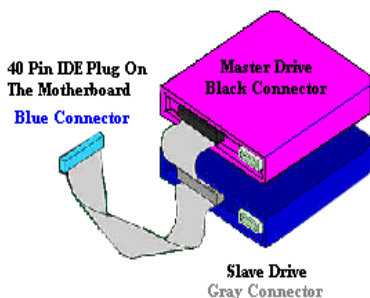

Figure 2-10. Comment connecter une nappe ATA/66 et 100 à la carte mère
- Branchez le connecteur NOIR sur celui du disque dur maître. Branchez le connecteur GRIS sur celui du disque dur esclave (disque dur secondaire, CD-ROM, etc.). Veuillez vous référer à la figure 2-10.